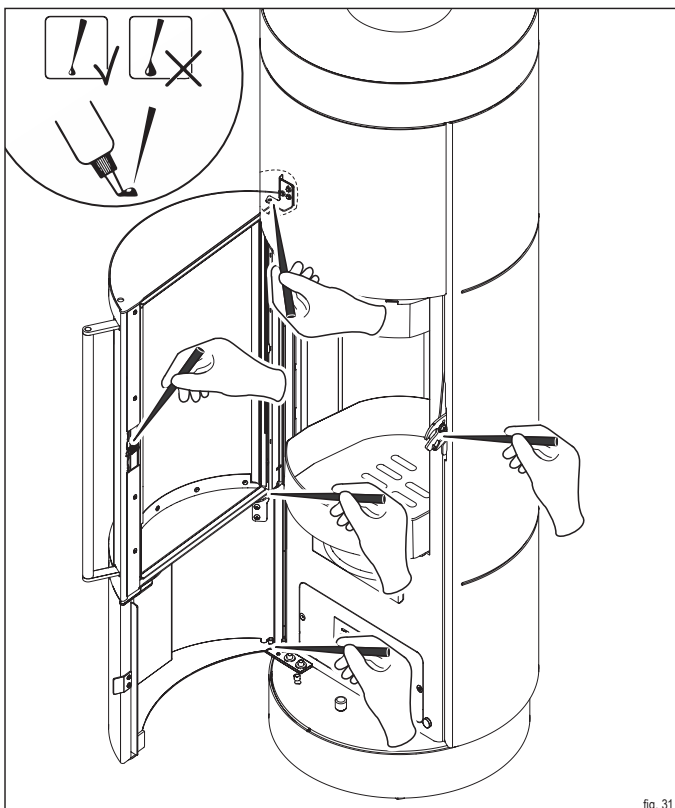

fig. 31
- ▶ **Lubrificare i punti con il grasso speciale contenuto nella Startbox (fig. 31).**